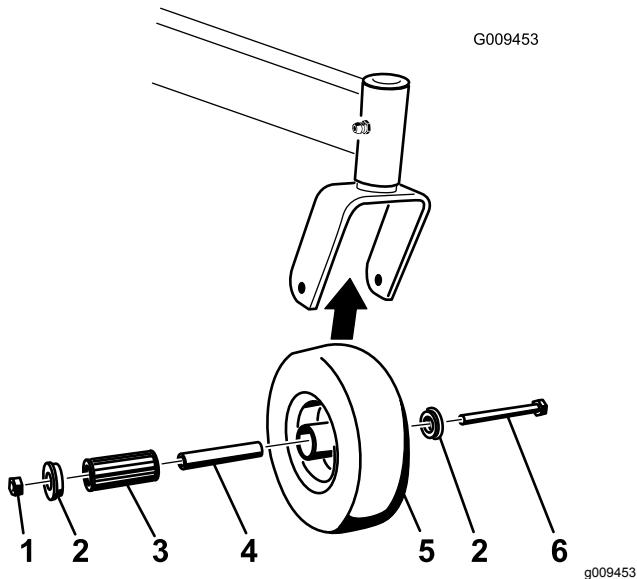

Рисунок 48
1. Удалите контргайку и колесный болт, с помощью которых поворотное колесо крепится к вилке (Рисунок 48).
2. Снимите одну из втулок, затем извлеките распорную втулку и роликовый подшипник из ступицы колеса (Рисунок 48).
3. Извлеките вторую втулку из ступицы колеса и удалите всю смазку и грязь из ступицы (Рисунок 48).
Примечание: Замените поврежденные или изношенные детали (Рисунок 48).
5. Вставьте одну втулку в ступицу колеса (Рисунок 48).
6. Смажьте роликовый подшипник и распорную втулку и вставьте их в ступицу колеса (Рисунок 48).
7. Вставьте вторую втулку в ступицу колеса (Рисунок 48).
8. Установите поворотное колесо в вилку поворотного колеса и закрепите при помощи колесного болта и контргайки (Рисунок 48).
9. Затяните контргайку так, чтобы распорная втулка была прижата к внутренней поверхности поворотных вилок (Рисунок 48).